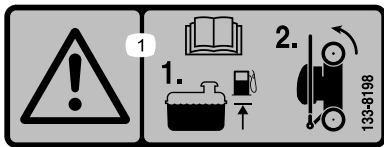

図 19
1. 機体を立てて格納する時には、タンク内の燃料の量が、このオペレーターズマニュアルに記載されている高さ未満とすることエンジンに貼り付けてあるエンジンメーカーのステッカーを参照 図 19。